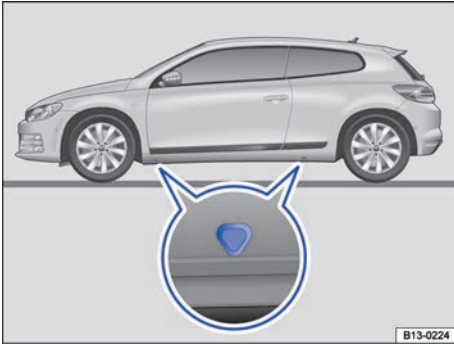

Fig. 200 Puntos de apoyo para el gato.
El gato únicamente se deberá colocar en los refuerzos de los bajos del vehículo que se encuentran detrás de las marcas que hay en la carrocería → fig. 200. El punto de apoyo válido es el que se encuentra junto a la rueda correspondiente → ⚠.
5. Busque debajo del vehículo el punto de apoyo para el gato → fig. 200 que se encuentre más próximo a la rueda que haya que cambiar.